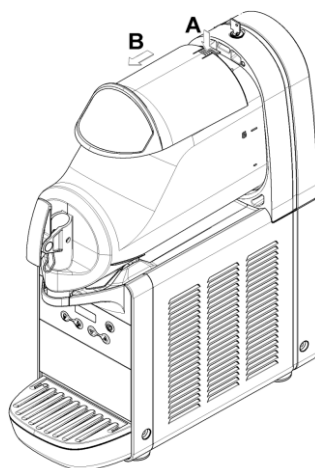

図2
- (1)ボウルのトップカバーを取り外すには、上部ボタンを押し、トップカバーをボウル前方にスライドさせます。(図2参照)